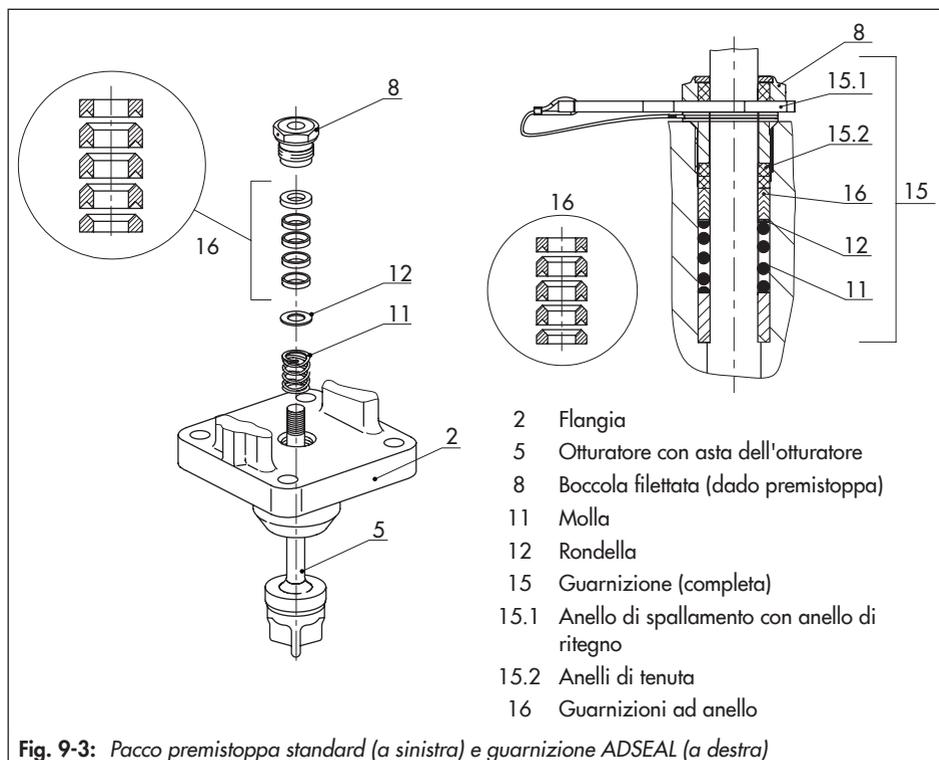

Fig. 9-3: Pacco premistoppa standard (a sinistra) e guarnizione ADSEAL (a destra)
9. Con un attrezzo idoneo infilare con cautela i componenti del premistoppa attraverso l'asta dell'otturatore nell'area del premistoppa. Per il posizionamento corretto, vedere Fig. 9-3.
10. **Valvola deviatrice <DN 32:** premere con forza l'otturatore (5) nel seggio inferiore (141).
- Molla (11)
- Rondella (12)
- Guarnizioni ad anello (16)
4. Inserire l'anello di spallamento rosso (15.1) tra la boccola filettata (8) e l'anello di ritegno, vedere Fig. 9-3.
9. Con un attrezzo idoneo, infilare i componenti del premistoppa attraverso la prolunga dell'asta dell'otturatore nell'area del premistoppa. Per il posizionamento corretto, vedere Fig. 9-3.
10. Fissare la flangia con viti (32) e dadi (33). Rispettare le coppie di serraggio.
11. Avvitare e stringere la boccola filettata (8). Rispettare le coppie di serraggio.
12. Avvitare il contro dado (10) e il dado del raccordo (9) sull'asta dell'otturatore senza stringerli.